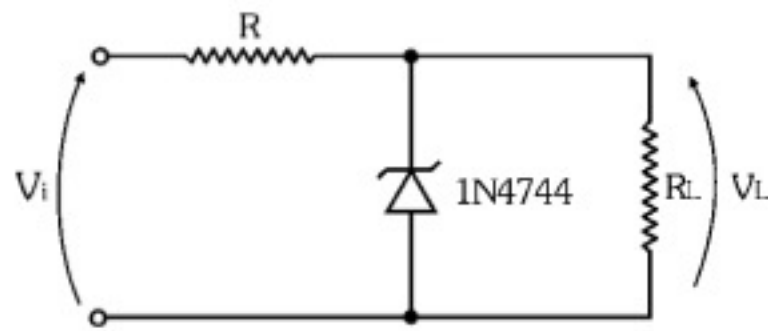

Figura 4.24 - Regulador de tensão a diodo Zener.
- 4.1) Calcule a faixa de valores de  $R$  para o circuito regulador de tensão a diodo Zener dado na Figura 4.24.